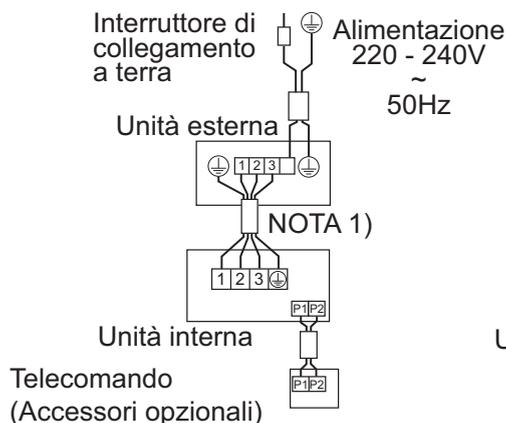

Fig. 40
- **Tipo a coppia:** 1 comando a distanza che controlla 1 unità interna (sistema standard). **(Fare riferimento alla Fig. 40)**